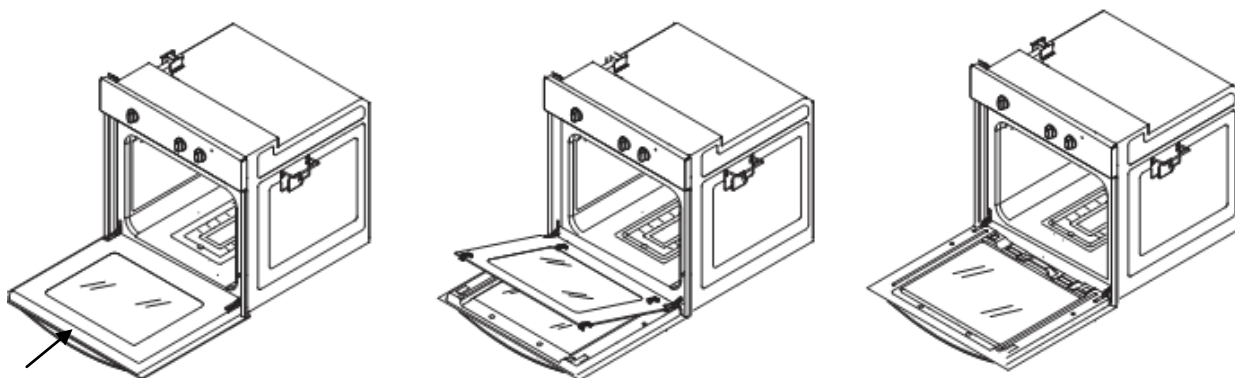

Рис. 14
1. Откройте дверцу духовки. В верхней ее части с внутренней стороны имеется углубление (место указано стрелкой, Рис. 14).